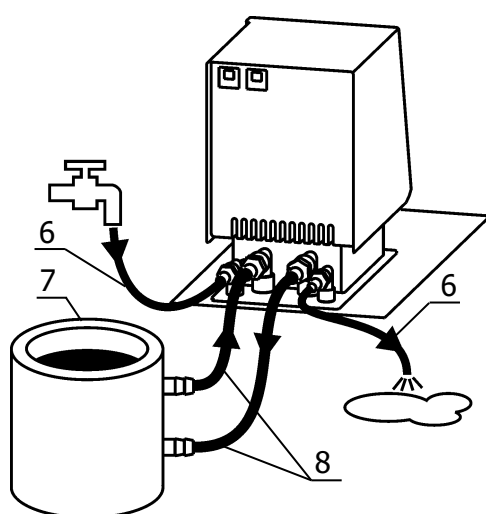

Рисунок 6 — Подключение внешнего потребителя
2.2.9 Для подключения к термостату внешнего потребителя закрытого типа 7 (рисунок 6) использовать соединительные шланги 8. Концы соединительных шлангов надежно закрепить на штуцерах блока регулирования и внешнего потребителя хомутами.
2.2.13 Для работы термостата при температурах теплоносителя, близких к окружающей температуре, может потребоваться дополнительное охлаждение с помощью встроенного теплообменника. В этом случае необходимо подключить термостат к водопроводной сети или специальному холодильному устройству при помощи шлангов 6 (рисунок 6), присоединенных к штуцерам теплообменника. Поток охлаждающей жидкости должен быть равномерным и, по возможности, небольшим. Дополнительное охлаждение не требуется, если температура теплоносителя выше температуры окружающей среды более чем на 20 °С.